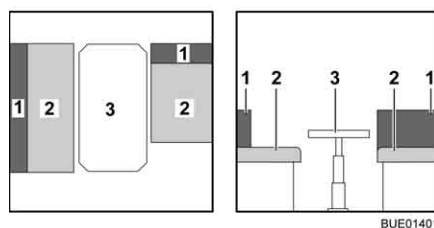

Fig. 121 Prima della trasformazione
- Trasformare il tavolo (Fig. 121,3) in struttura di supporto letto (vedi paragrafo 6.10).